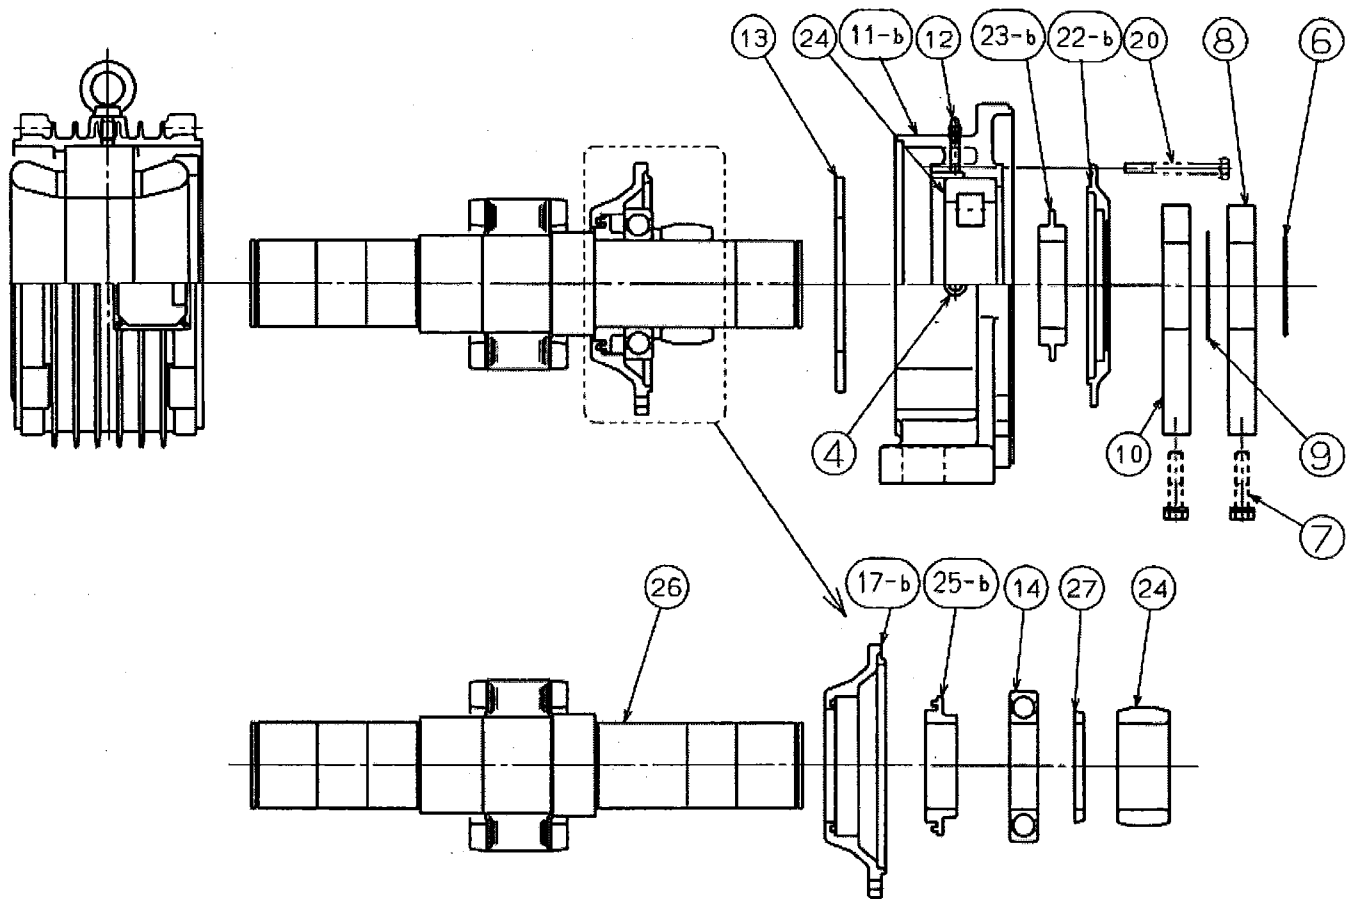

図5(端子箱からみて、右側の分解図)
- (d) (端子箱からみて左側を分解後)右側を分解する際は図5を参照の上、